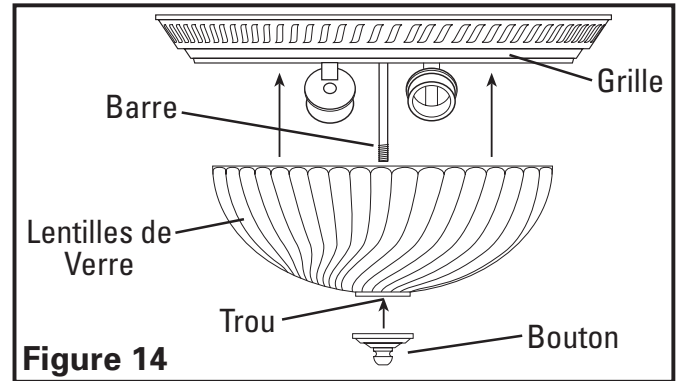

**Figure 13**
4. Aligner les fentes dans la grille avec les crans à l'intérieur du châssis. Insérer les vis # 8 incluses au travers des fentes de la grille dans les crans du châssis. Serrer les deux vis jusqu'à ce que la grille s'ajuste fermement au plafond. NE PAS SERRER A OUBRANCE (**Figure 13**).